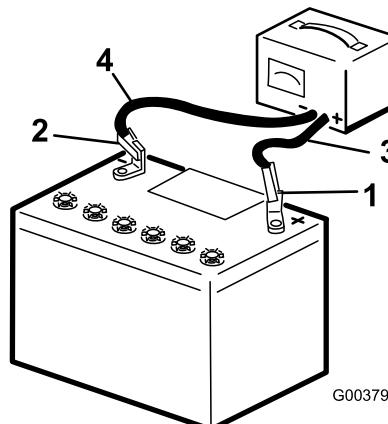

Figura 38
- Cargue la batería a un ritmo de 3 a 4 amperios durante 8 horas (Figura 38). No sobrecargue la batería.
- Cuando la batería esté completamente cargada, desconecte el cargador de la toma de electricidad, luego desconecte los cables del cargador de los bornes de la batería (Figura 38).